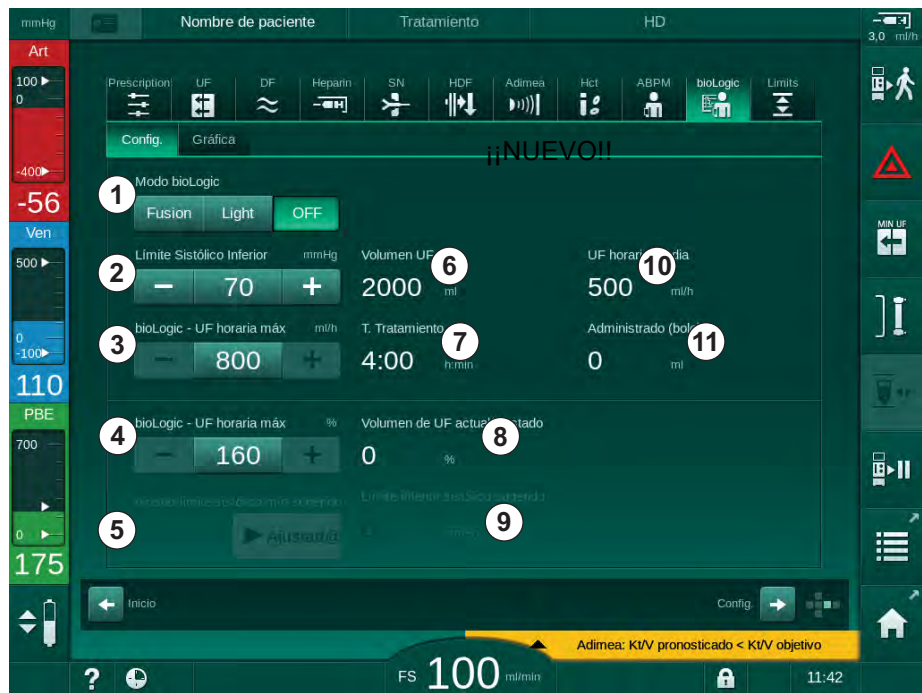

Fig. 11-19 Pantalla de ajustes de bioLogic Fusion
Cuando se activa el SLL sugerido se acepta el valor ③ en Fig. 11-19 . De forma opcional, el límite inferior sistólico se puede ajustar en la posición ② .
1. Para activar bioLogic Fusion o bioLogic Light, pulsar el icono *Fusion* o *Light* en el recuadro del grupo *Modo bioLogic* (Fig. 11-19 , ①).